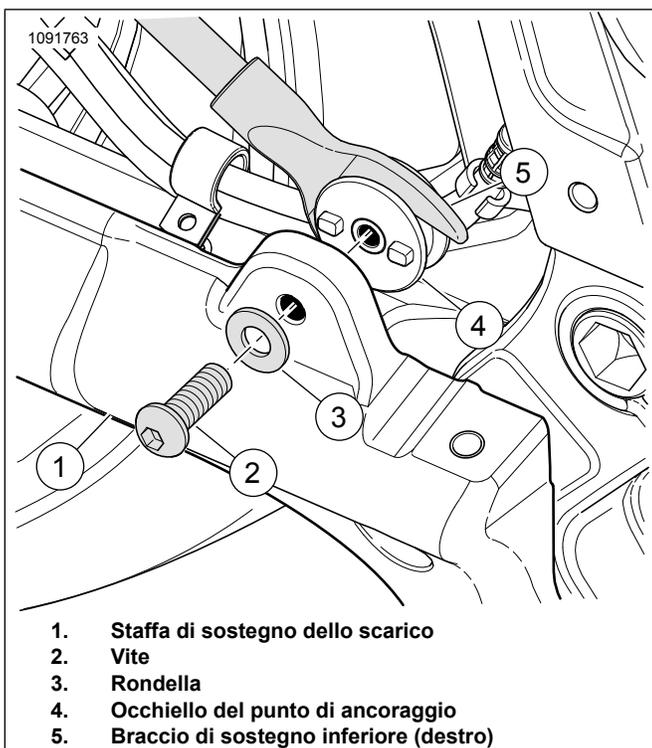

Figura 3. Attacco di ancoraggio (lato destro)
1. Vedere Figura 3 Installare l'occhiello del punto di ancoraggio di destra.
- a. Far combaciare le sporgenze dell'occhiello del punto di ancoraggio (4) coi forellini nella staffa di sostegno dello scarico (1).
- b. Infilare la rondella (3) nella vite (2).